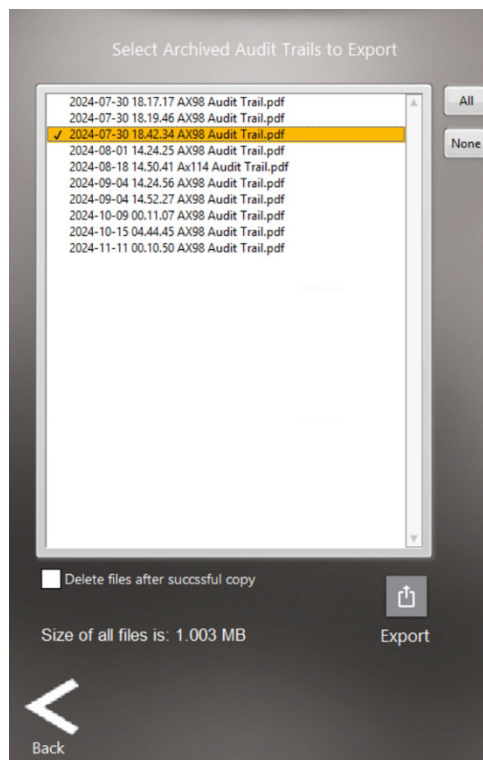

Figure 16 : écran Exporter les audit trails archivés
2. Pour exporter un audit trail précédemment archivé, appuyez sur l'icône **Export Archived** (Exporter les archives)  pour afficher l'écran représenté à la Figure 16 :